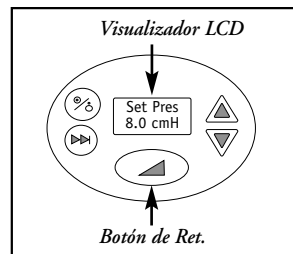

Figura 8
4. Apriete el botón de Ret. **Figura 8** para empezar el ciclo de retención de presión si se ha prescrito. La presión disminuirá hasta alcanzar el parámetro de Pres. Ret. y regresará a la *P. Prescr.* cuando haya finalizado el Ret. Ramp.
4. Apriete el botón de Ret. para empezar el ciclo de retención de presión si se ha prescrito. La presión disminuirá hasta alcanzar el parámetro de Pres. Ret. y regresará a la *P. Prescr.* cuando haya finalizado el Ret. Ramp **Figura 8**.